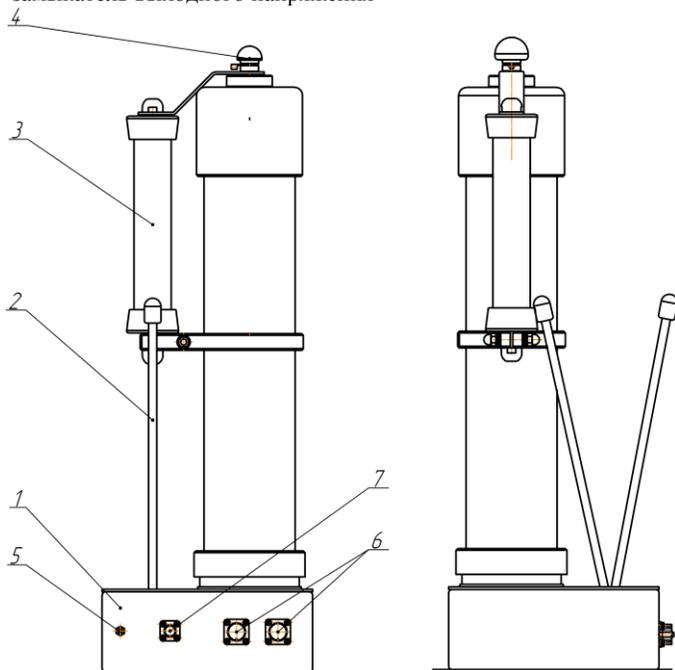
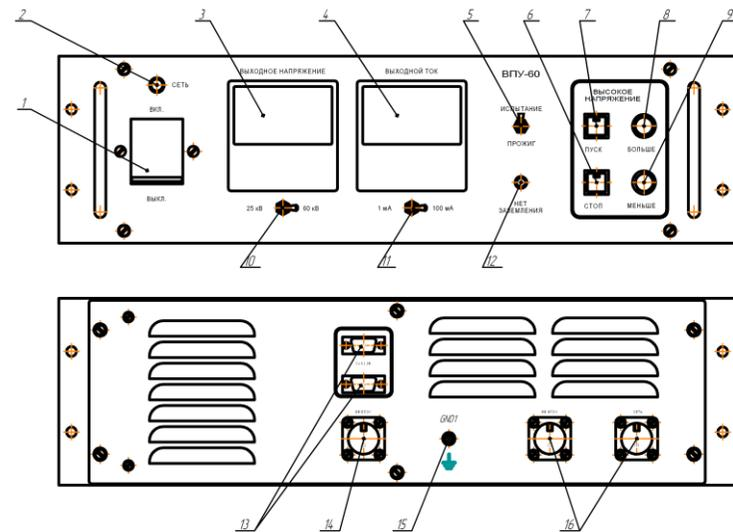

Рис. 1 Высоковольтный блок
Рис. 2 Электронный блок
2.2.1 Подключение электронного блока (Рис. 2)
2.2.2 Подключение высоковольтного блока (Рис.1)
- аппарат производится в двух исполнениях: для автономной работы и для использования в составе электролаборатории. В автономном устройстве не используются разъём внешнего привода замыкателя (7 на рис. 1) и разъёмы внешнего управления (13 на рис. 2). В автономном исполнении аппарат монтируется в дополнительном кожухе.